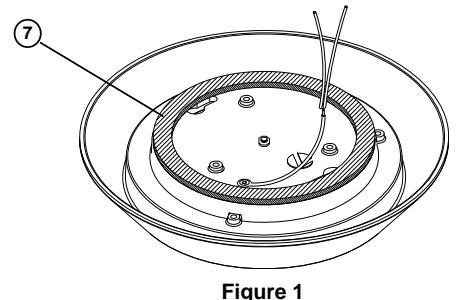
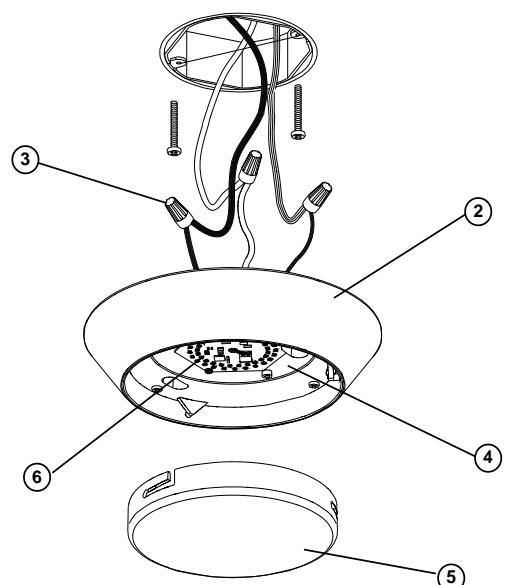

Figure 1
Figure 2
- Installer joint externe (7).** Retirez le papier et l'appliquer à externe de boîtier du luminaire (2). Voir la figure 1
- L'alimentation électrique coupée, visser deux vis (1)** dans la boîte de jonction (note : les vis doivent être éloignées l'une de l'autre à la même distance que les fentes en trou de serrure à l'arrière du bloc boîtier).
- Tenir solidement le bloc boîtier (2) et connecter le fil vert de mise à la terre de l'appareil au fil de cuivre nu de mise à la terre de la boîte de jonction à l'aide d'un capuchon de connexion (3). (Si le câblage d'alimentation ne comprend pas de fil de mise à la terre, consulter votre code d'électricité local et vérifier la méthode d'installation conforme).**
- Utiliser les serre-fils pour connecter le fil noir de l'appareil au fil noir d'alimentation et le fil blanc (neutre) de l'appareil au fil blanc d'alimentation. Voir la figure 2.**
**perle de silicone de calfeutrage (non fourni) sur le bord externe de la Boîtier du luminaire (2).**
- Soulever le diffuseur (5) jusqu'au boîtier d'assemblage en alignant les fentes situées sur le diffuseur ainsi que les languettes de la lentille barrière (4). Tourner le diffuseur (5) dans le sens horaire jusqu'à ce que celui-ci soit sécurisé. Voir la figure 2.**
- Ne pas utiliser cet appareil d'éclairage sans que la lentille barrière (4) soit installée.
2. Remove diffuser (5) from fixture, may require slight twist counter clockwise to remove. Place to the side.
**Note:** Do not remove Barrier Lens (4) from fixture.
3. To install External gasket (7). Remove paper backing and install gasket to back of housing as shown in Fig. 1.
4. With the power turned off, thread two Screws (1) into junction box (Note: screws must be the same distance apart as keyholes in back of housing assembly).
5. Hold the Fixture Housing (2) firmly and connect the green ground wire from the fixture to the bare copper ground wire from the junction box using a Wirenut (3). (If house wiring does not include a ground wire, consult your local electrical code for approved grounding methods).
6. Use Wirenuts (3) to connect the black fixture wire to the black power supply wire and the white (neutral) fixture wire to the white power supply wire. See Fig 2.
7. Hold Fixture Housing (2) in one hand and with the other hand position wires up into junction box.
8. Align keyholes on back of Fixture Housing with screws previously installed in junction box. Lift fixture up, rotate clockwise and tighten screws to secure Housing Assembly against ceiling. See Fig 1.
9. Lift Diffuser (5) up to housing assembly aligning slots on diffuser with tabs on barrier lens (4). Twist diffuser (5) clockwise until secure. See Fig 2.
**WARNING: RISK OF SHOCK- Do not operate fixture without Barrier Lens (4) installed.**
2. Retire el difusor (5) del luminario, puede requerir ligero giro a quitar. Colocar a un lado.
**Nota:** No retire Lente de Barrera (4) del aparato.
3. Para instalar Junta externa (7). Retire el papel y se aplican a la parte trasera de carcasa del luminario (2). Vea Fig. 1
4. Con la electricidad apagada, rosque dos Tornillos (1) en la caja de ensambladura (Nota: los tornillos deben estar a la misma distancia aparte que las bocallaves en la parte trasera del ensamblaje de la carcasa).
5. Sostenga el ensamblaje de la Carcasa del luminario (2) firmemente y conecte el alambre verde de conexión a tierra del luminario al alambre de cobre descubierto de conexión a tierra de la caja de ensambladura usando una Tuerca de Alambre (3). (Si el alambre de la casa no incluye un alambre de conexión a tierra, consulte su código eléctrico local para métodos aprobados de hacer tierra).
6. Use Capuchones de Alambres para conectar el alambre negro de la luminaria al alambre negro supidor de electricidad y el alambre blanco (neutral) de la luminaria al alambre blanco supidor de electricidad. Vea Fig. 2.
8. Alinee los "keyholes" en el Ensamblaje de la Carcasa sobre las cabezas de los tornillos anteriormente instalados en la caja de alambres, levante el luminario, gírelo hacia su izquierda y apriete tornillos para asegurar el Ensamblaje de la Carcasa contra el techo. **Aplique una capa de masilla de silicona (no suministrada) alrededor del borde externo de Carcasa del luminario (2).**
9. Levante el difusor (5) hasta la altura del conjunto de la carcasa y alinee las ranuras del difusor con las lengüetas en las lentes de barrera (4). Gire el difusor (5) a la derecha hasta que quede fijo. Vea Fig. 2.